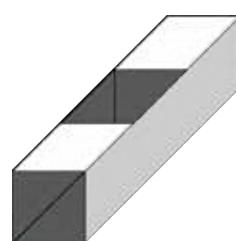

図 8
③ アルミテープを貼り付けた厚紙エをアルミテープを貼った面が内側になる ように折り曲げて, 四角い筒を作成し, テープで止める。(図 8)